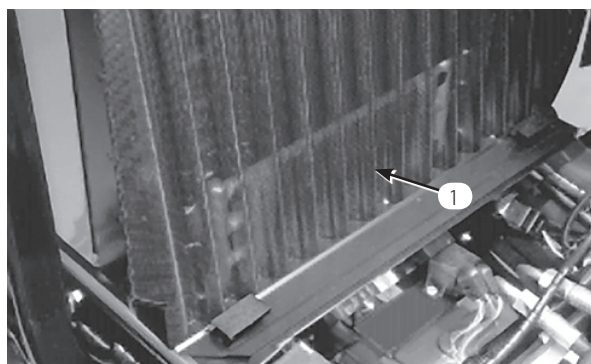

図 52
2. クランプをゆるめ、スクリーンを引き上げて傾ける（図52）。水または圧縮空気でスクリーンをていねいに洗淨する。